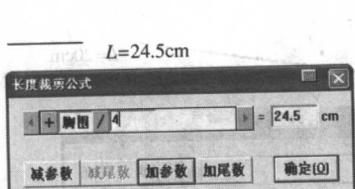
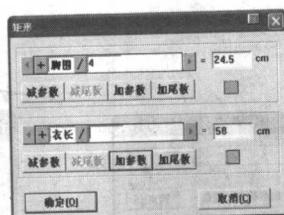

图 2-2-10
图 2-2-11
(4) 丁字尺:包括 丁字尺(图 2-2-10)、 矩形(图 2-2-11)、 水平垂直线(HV 线)(图 2-2-12)三种工具。选中丁字尺工具按住不动超过 1s 后就会弹出其他两个工具。丁字尺的主要功能是画水平线、铅垂线或 45° 的角度线。选中丁字尺工具后,在操作区里所需位置单击鼠标,拖动鼠标拉出一条水平线,或铅垂线,或 45° 的角度线,然后单击左键弹出长度提示对话框,输入数值后确定完成。
(5) 三角板:选择该工具后:
- ① 分别点击已知直线上的两端,则此时该直线被选中(呈红色)。